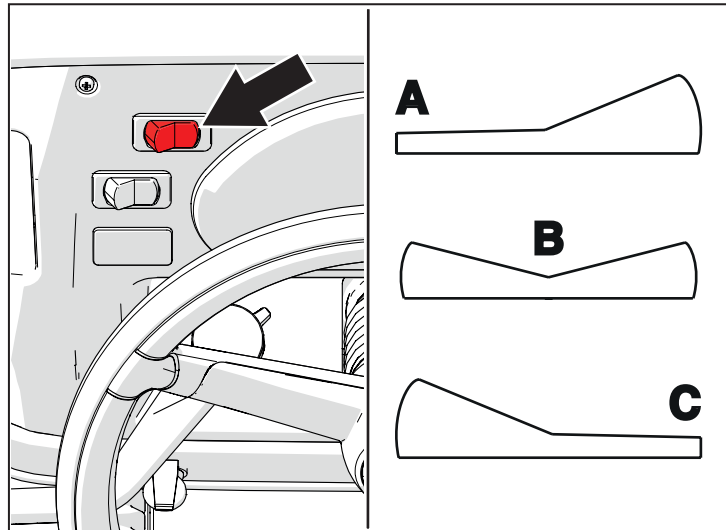

Abb. 5.12
Startet die Regeneration an einem nicht sicheren Ort, kann sie gehemmt werden. Hierzu den entsprechenden Schalter auf die Position (C) stellen (siehe Abbildung 5.12). Wenn die Regeneration gehemmt ist, sofern festgelegt, leuchtet die Kontrollleuchte (2) am LC-Display.